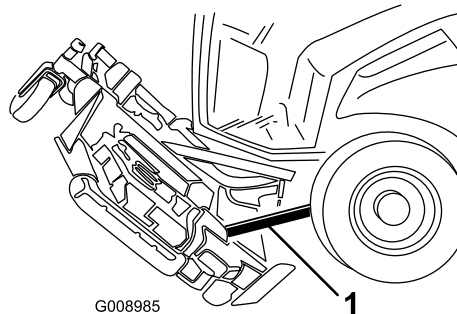

Figure 93
5. Placez une cale de 2 x 4 entre l'arrière du plateau et la machine (Figure 93).